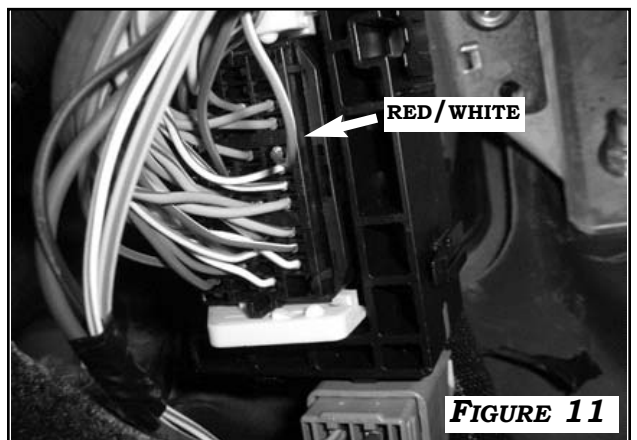

FIGURE 11
5. LOCATE BLACK CONNECTOR NEAR FIREWALL UNDERNEATH DRIVER SIDE LOWER DASH PANEL AREA. CONNECT BLACK/WHITE WIRE OF MALE DC POWER HARNESS TO RED/WHITE IGNITION WIRE IN PIN 5 OF BLACK CONNECTOR. FIGURE 11. LOCATE VEHICLE GROUND POINT LOWER DASH END PANEL FRAME AREA. CONNECT THE BLACK WIRE OF MALE DC POWER HARNESS TO BLACK/BROWN GROUND WIRE AT VEHICLE GROUND POINT. USE THE SUPPLIED T-TAPS TO MAKE ALL CONNECTIONS.